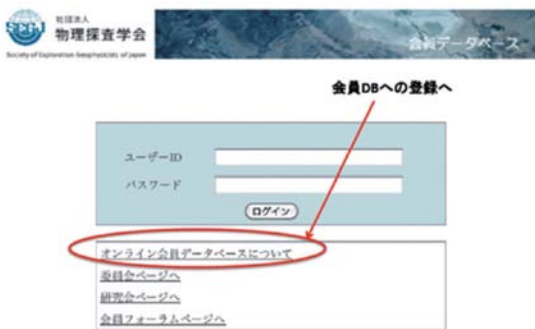
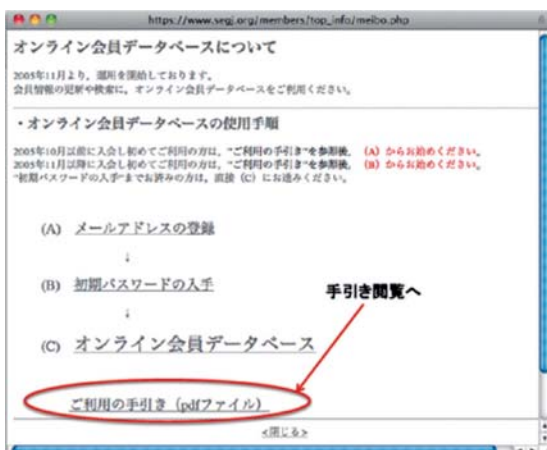

図3 会員専用サイト入り口のページ
図4 会員DBへの登録を行うトップページ
- (2) 「会員ページ」をクリックしますと、会員専用サイト入り口のページに移動します(図3)
- (3) 図3において「オンライン会員データベースについて」をクリックしますと会員DBへの登録を行うトップページにたどりつきます(図4)